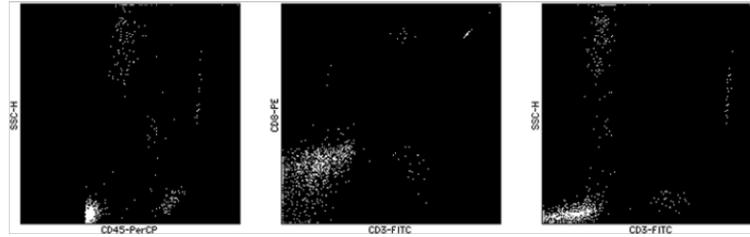

Figura 11: Início da aquisição de eventos no BD Multiset™.
- 6.5. Verificar o aparecimento dos dados da amostra (Figura 11).